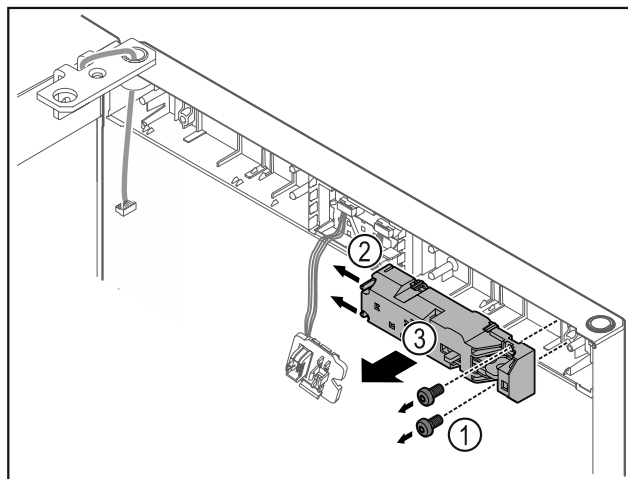

Fig. 10
- Schroeven Fig. 10 (1) verwijderen.
- Grendelnokken Fig. 10 (2) opzij drukken en afstandsslot Fig. 10 (3) verwijderen.